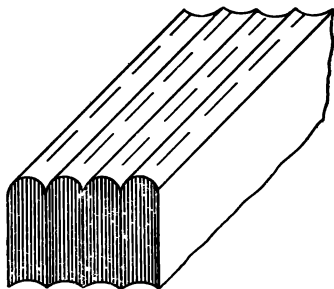

Рис. 54. Способ бесшвейного скрепления с просечкой или продольными надрезами по корешковому фальцам
1. Бесшвейное скрепление блока, состоящего из обычных 16-и 32-страничных тетрадей, по корешковому фальцу которых сделана просечка или продольные надрезы. Просечку можно сделать переплетным ножом, зубилом или другим инструментом. Просечка необходима для проникновения клея внутрь тетради в целях лучшего скрепления всех внутренних листов в блоке (рис. 54). После того как нанесли клеевой слой, необходимо внутрь тетради внести второй слой клея и затем произвести окантовку корешка бумажной полоской или материалом (например, коленкором).